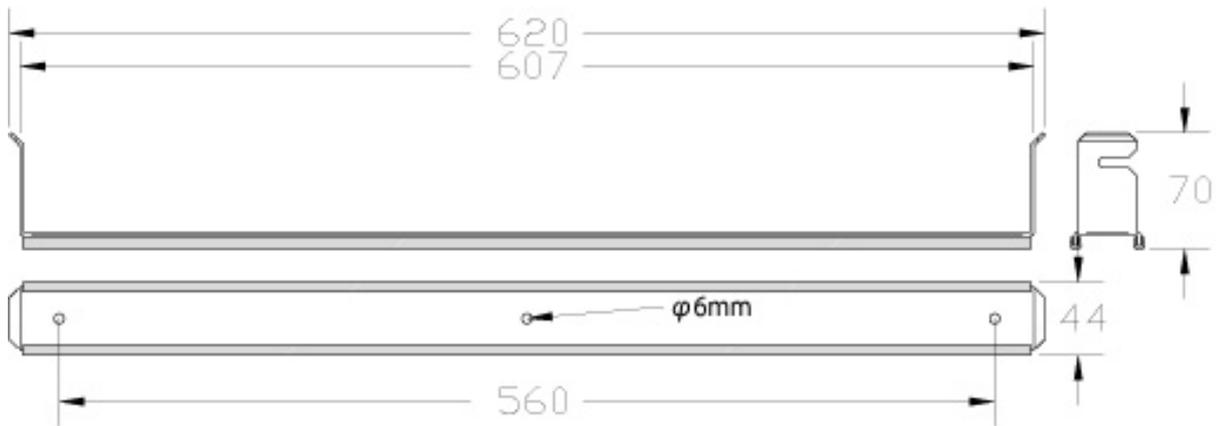

図 18 マウントフレーム寸法図
- ・設置壁にマウントフレームを取り付けてください。（図 18 参照）
- 本製品は、右側タイプと左側タイプに分かれ、配管ルートによって必要なタイプを選択できます。それぞれのタイプは、熱交換ユニット上部のシール、または側面のコントロールボックスの位置で識別できます。(図 18 参照)